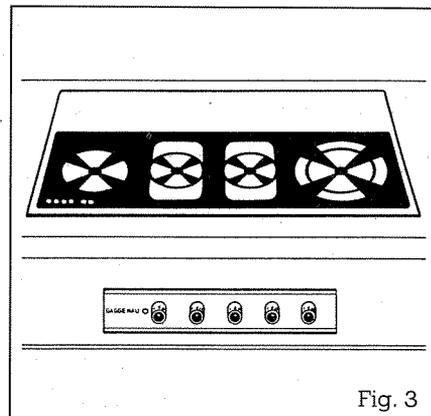

Fig. 3
- Le tableau de commande est conçue pour être installé dans le panneau avant de l'élément bas (Fig. 3).